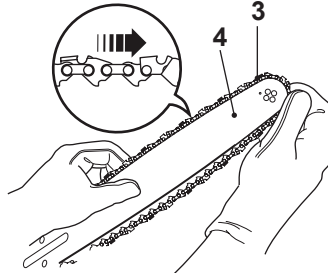

Fig. 2
4. Expanda la cadena (3) con los bordes de corte de la cadena apuntando en el sentido de giro y deslice la cadena en la ranura alrededor de la espada (4) (Fig. 2).